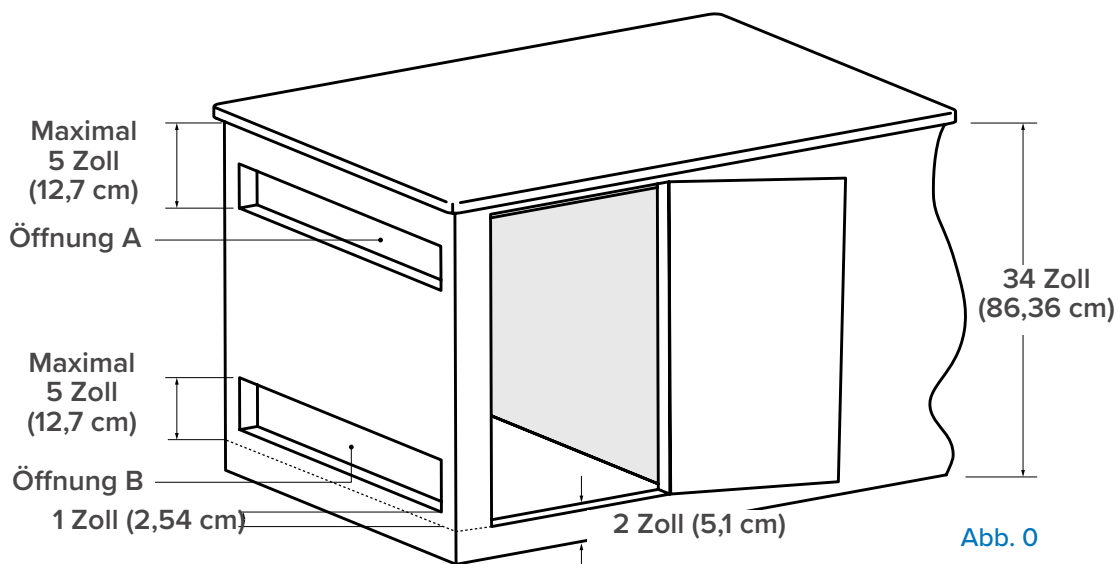

Abb. 0
- Die unteren Lüftungsöffnungen dürfen nicht mehr als 5 in (127 mm) über dem Boden angebracht sein. **(Abb. 0).**